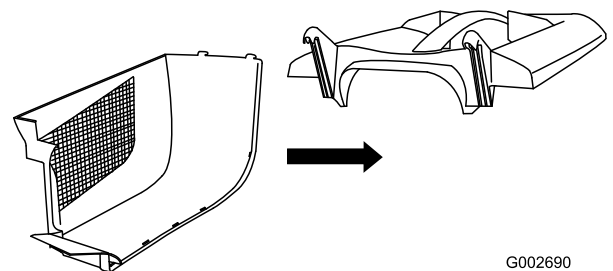

Figure 7
1. Insérez le côté dans les verrous de la partie supérieure (Figure 7).